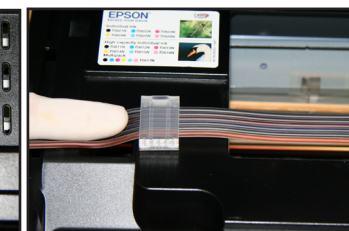

рис. 16
11. Установите крепеж шлейфа на корпус принтера. Закрепите чернильный шлейф в клипсу (рис. 16).